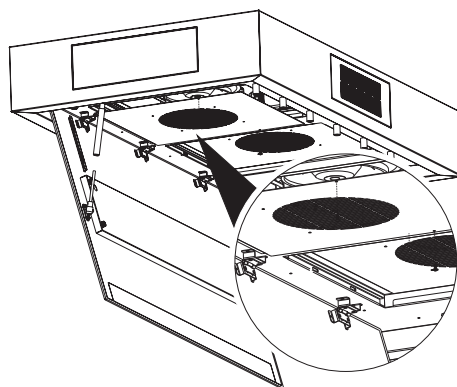

Abb. 10
5. ➤ Die im Lieferumfang enthaltenen Motorgehäuseplatten einbauen (Abb. 10).